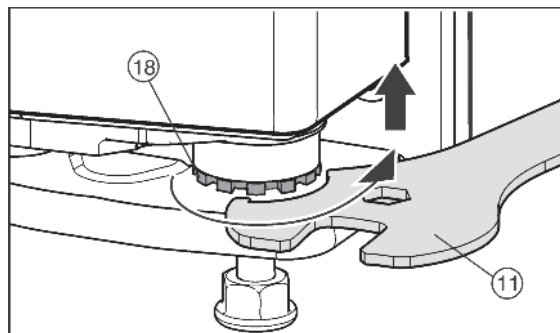

Fig. 13
- Чтобы поднять дверцу выверните вправо опорный палец Fig. 13 (18) с помощью прилагающегося вилчатого ключа Fig. 13 (11). При поставке опорный палец полностью вкручен.